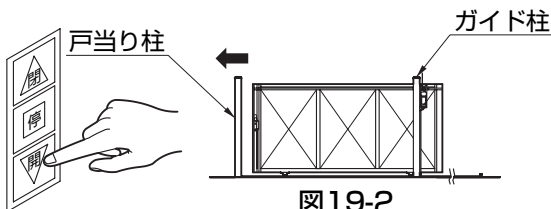

図19-2
- ③電動ユニットの「閉」ボタンを押してください。(図19-2参照)引戸本体がスロー動作で全閉し停止します。